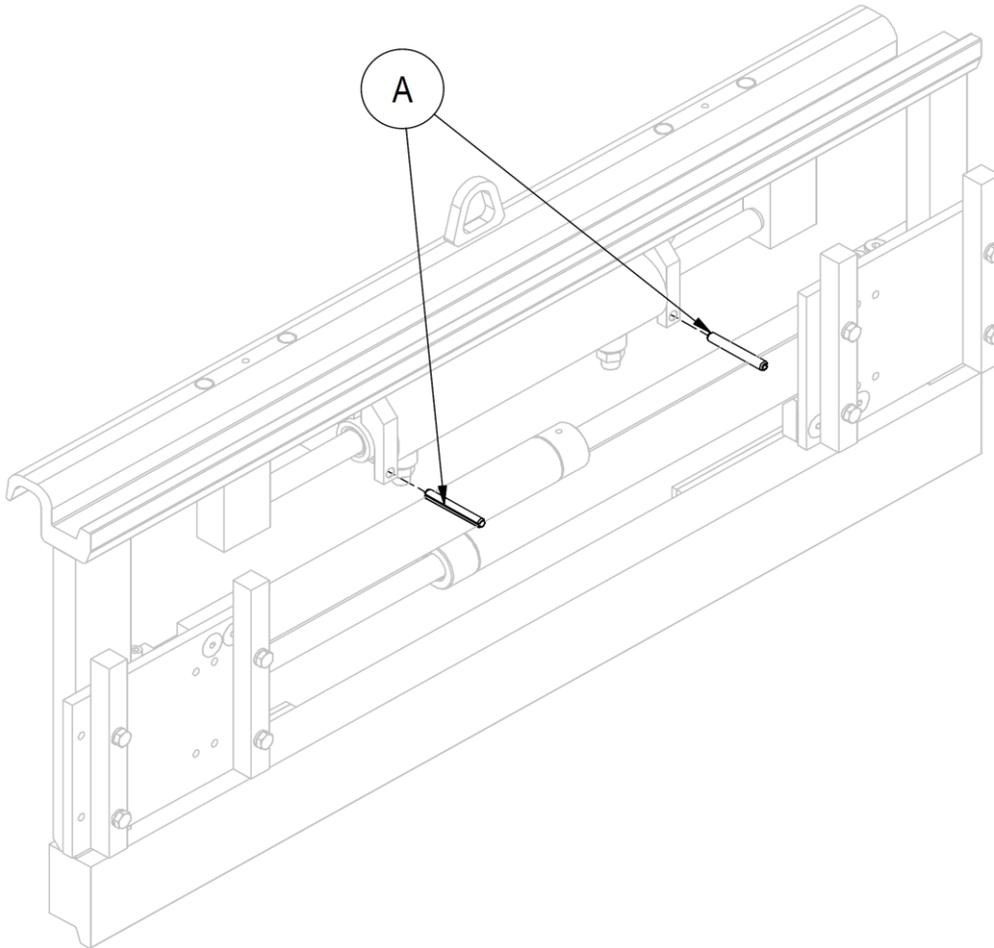

Figure 31
3. Retirer les goupilles à ressort **A** et extraire le vérin de son siège (voir Figure 31).